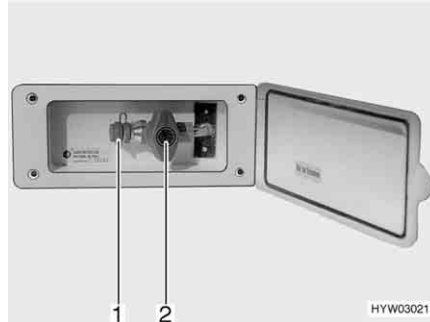

Bild 124 Extern gasanslutning, gasavstängningsventilen stängd
Den externa gasanslutningen (Bild 124) befinner sig, beroende på modell, på fordonets bakdel eller på fordonets vänstra resp. högra sida.
- Anslut den externa gasapparaten till anslutningar (Bild 124,1).
- Öppna gasavstängningsventilen (Bild 124,2).